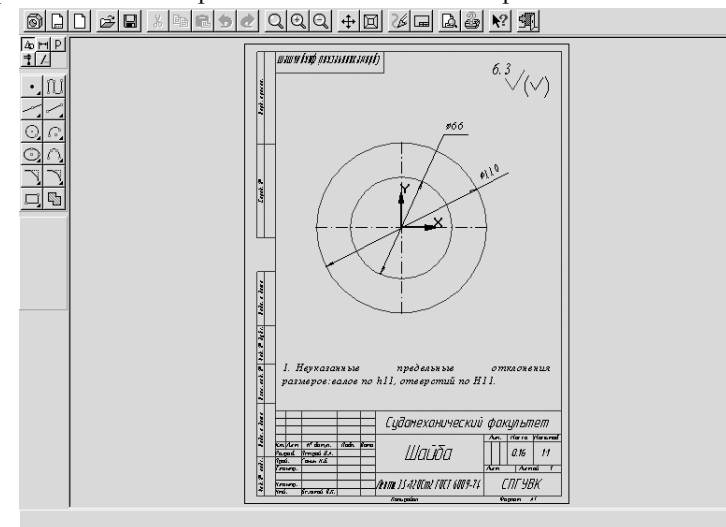

Рис. 4.1
Требуется создать чертеж шайбы с наружным диаметром 110 мм, внутренним – 66 мм, изготовленной из ленты толщиной 3,5 мм. Пример выполнения чертежа шайбы показан на рис. 4.1.
- Для заполнения основной надписи нужно навести курсор на штамп чертежа и нажать правую кнопку мыши. В контекстном меню следует выбрать команду **Заполнить основную надпись** и нажать левую кнопку мыши. На экране основная надпись чертежа будет выделена белым цветом. Для удобства заполнения с помощью кнопок  (**Увеличить изображение**) и  (**Сдвинуть**) расположите надпись во весь экран и заполните основную надпись, после чего нажмите кнопку  (**Создать объект**). Только тогда ввод текста в основную надпись будет зафиксирован (рис. 4.1).